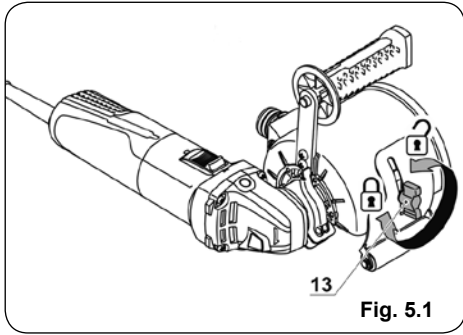

Fig. 5.1
1. Aflojar la tuerca mariposa 13 (Fig. 5.1).